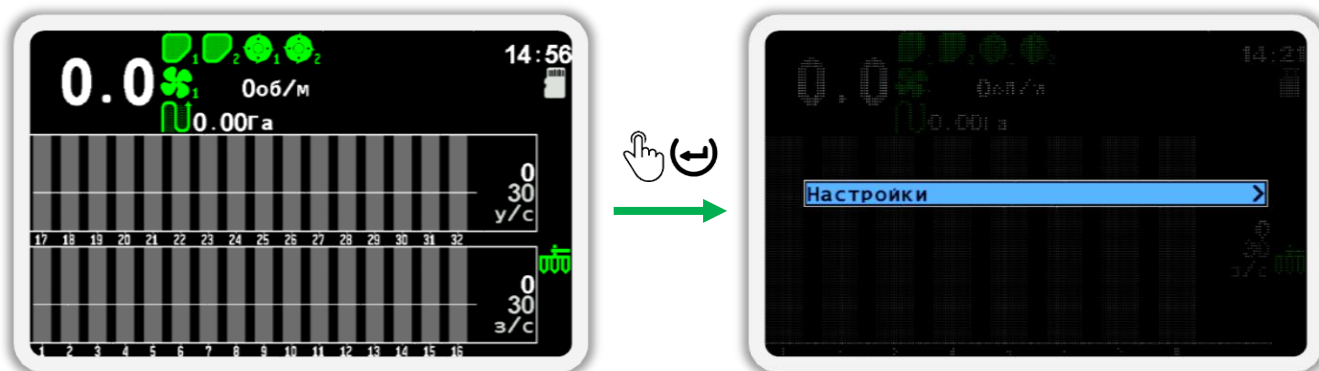

Рисунок 50
- а) Нажмите кнопку  «Меню». В результате на экране будет показано меню главного экрана с одним пунктом  «Настройки» (см. Рисунок 50).